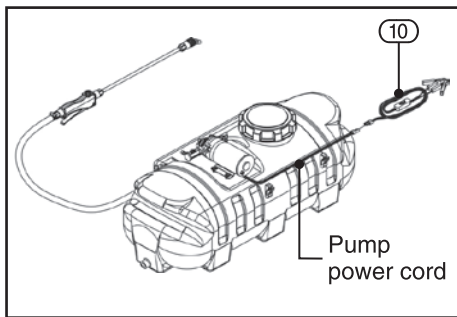

FIG. 12
9.10 CONNECT THE REMOTE SWITCH TO THE PUMP POWER CORD – FIG. 12